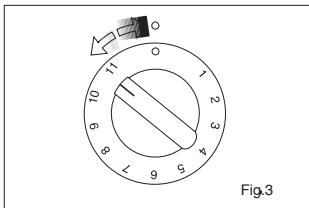

Fig.3
- 1) Per attivare il primo circuito, ruotare la manopola da 1 a 11 (fig.3).